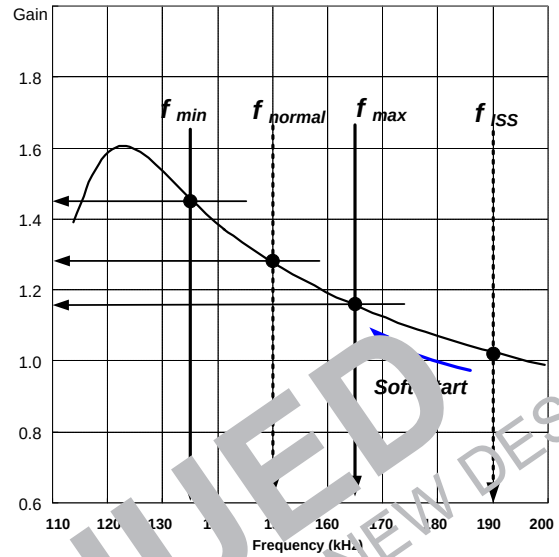
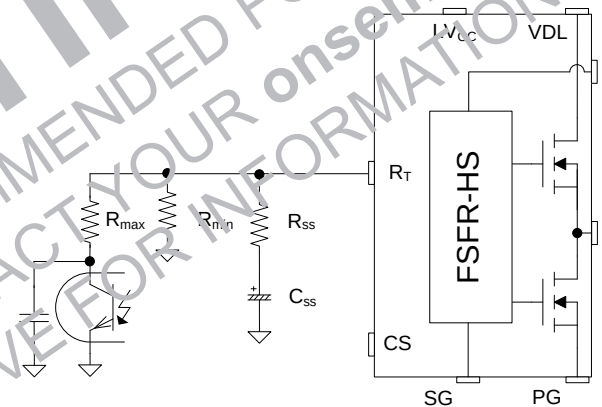

图 20. 谐振转换器典型增益曲线
图 21. 频率控制电路
3. 频率设置: 图 20 显示谐振转换器的典型电压增益曲线。其中增益与 ZVS 区中的开关频率成反比。输出电压可通过调制开关频率来调节。图 21 显示 RT 引脚的典型电路配置，其中光电耦合器电阻连接至 RT 引脚以调制开关频率。开关频率可从 20 kHz 控制到 500 kHz 。
通过将 R-C 系列网络连接至 RT 引脚来建立软启动电路，如图 21 中所示。起初，工作频率由 R_{SS} 和 R_{min} 的并联阻抗设置。